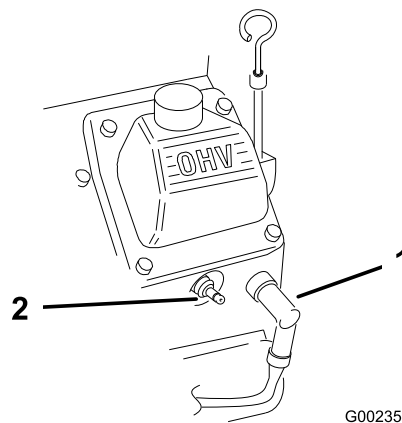

Figura 28
2. Scollegate i cappellotti dalle candele (Figura 28).